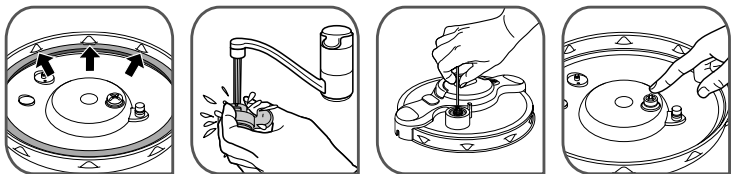
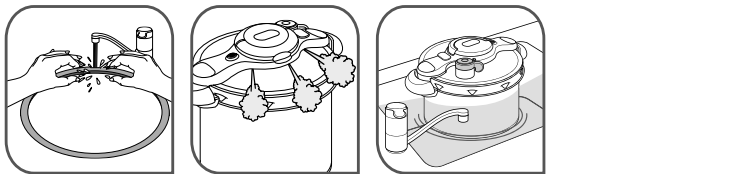

Fig. 13 Fig. 14 Fig. 15 Fig. 16
Fig. 17 Fig. 18 Fig. 19
<p>WICHTIGE PRÜFUNGEN VOR JEDEM GEBRAUCH</p>	<p>VERGEWISSERN SIE SICH, DASS</p> <ul style="list-style-type: none"> ■ der Dampfaustritt nicht verstopft ist (bei guter Beleuchtung) - Abb. 12 ■ der Kolben des Sicherheitsventils beweglich ist - Abb. 16 ■ die Deckeldichtung korrekt in die Rillen des Deckels eingesetzt ist - Abb. 13 ■ die Griffe des Topfs korrekt befestigt sind. Die Topfgriffe sind Sicherheitsbestandteile. Entfernen oder ändern Sie sie niemals selbst.
- Bei Schwierigkeiten mit dem Öffnen des Geräts: Den Dichtungsring unter Wasser halten und ohne Abtrocknen wieder in den Deckel einsetzen - Abb. 17. Dabei darauf achten, dass er richtig unter den Aussparungen des Deckels verläuft - Abb. 13.
- Bei Schwierigkeiten mit dem Schließen des Geräts: Den Dichtungsring unter Wasser halten und ohne Abtrocknen wieder in den Deckel einsetzen - Abb. 17. Dabei darauf achten, dass er richtig unter den Aussparungen des Deckels verläuft - Abb. 13